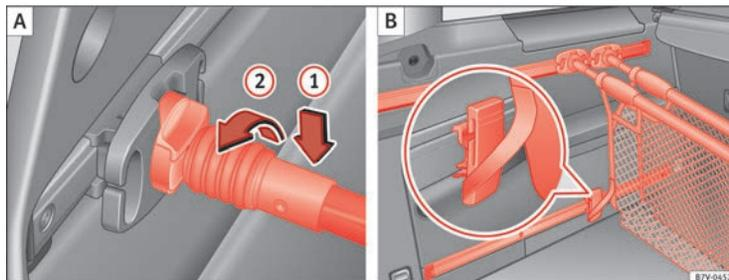

Fig. 97 Enganche la red para el equipaje (1) y utilízcala como bolsa (2).
Coloque por arriba la varilla de sujeción en el soporte para la red del equipaje ⇒ fig. 97 (1) y gírela 90° hacia la izquierda (2). La marca roja de la varilla de sujeción no deberá verse ⇒ ⚠.